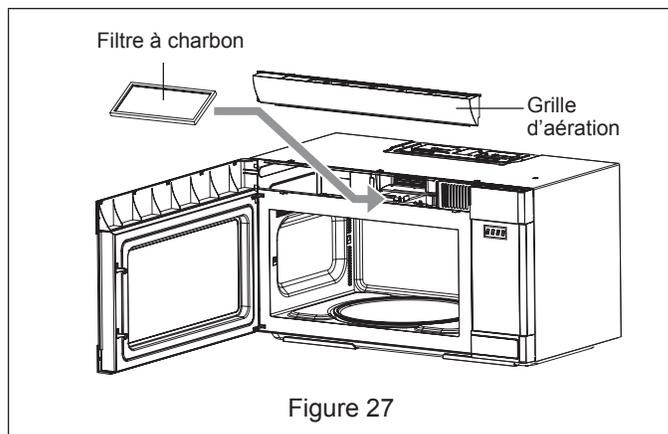

Figure 27
5. Glissez en place un filtre à charbon neuf. Le filtre devrait reposer avec un angle d'inclinaison. Voir la Figure 27.